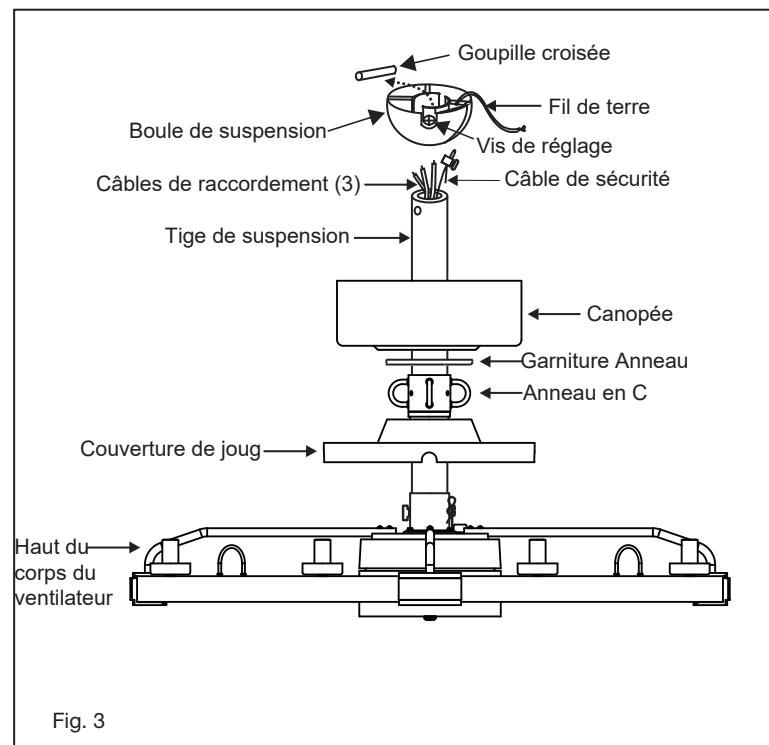

Fig. 3
- 1 Glissez le couvercle de joug, l'anneau en C, l'anneau de garniture et l'auvent sur la tige de suspension. (Fig. 3)
- 1 Retirez la plaque murale existante et l'ancien interrupteur de la boîte de prise murale. (Fig. 3)
Un flux d'air VERS LE BAS crée un effet de refroidissement comme illustré à la Figure 3. Cela vous permet de régler votre climatiseur sur un réglage plus chaud sans affecter votre confort.